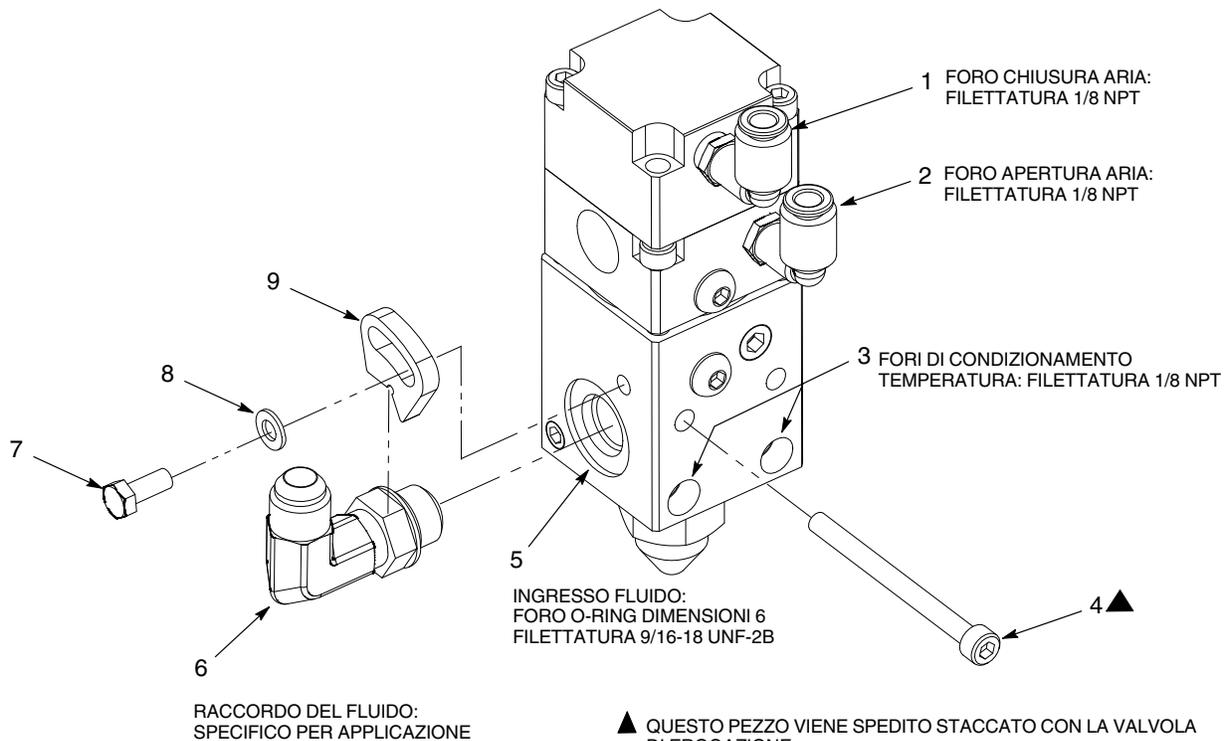

Figura 6 Tipica installazione indipendente (nell'illustrazione la valvola di erogazione XD con condizionamento della temperatura)
1. Vedi figura 6. Inserire le punte (10) nella valvola di erogazione.
2. Montare la valvola di erogazione sul corrispondente elemento di fissaggio usando le viti (4). Stringere le viti a 60 in.-lb (6.7 N•m).
- a. Togliere la vite (7), la rondella (8) e il blocco girevole (9) dalla valvola di erogazione.
- b. Installare il relativo raccordo del fluido (6) nel foro d'ingresso del fluido (5) e stringere bene.
- c. Montare il blocco girevole (9) sul raccordo del fluido (6) usando la rondella (8) e la vite (7). Serrare saldamente la vite.